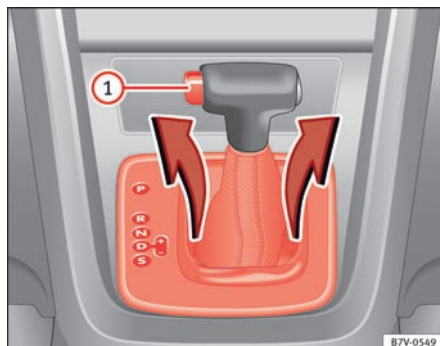

Fig. 192 Afmontering af skiftekulissens afdækning
- Træk afdækningen opad omkring gearvælgermanchetten → Fig. 192.
- Tryk på låseknappen → Fig. 192 på gearvælgerarmen, og bevæg gearvælgeren til position **N**.